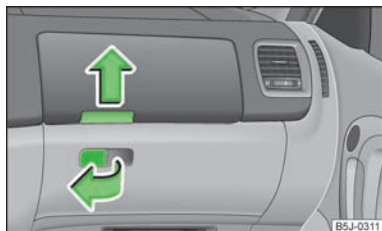

Fig. 63
- Tirez la poignée du couvercle vers la flèche » fig. 63 et rabattez le couvercle.